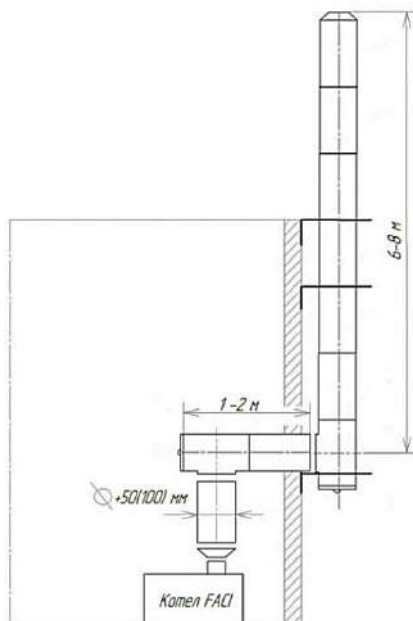

Рис. 14
**2.4.8** Горизонтальный участок 90° длина 1-2 м. Вертикальный участок 6-8 метров с расширением трубы на 50-100 мм. (Расширение начинается с момента поворота) (см рис. 14).